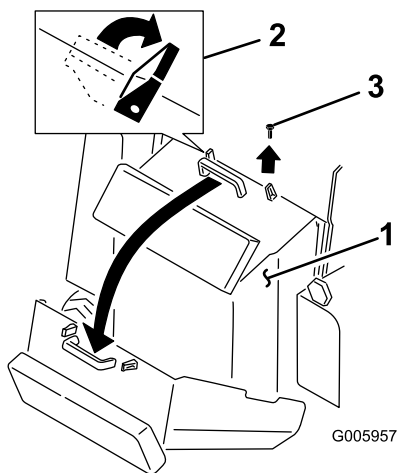

Figure 25
2. Dégagez les 2 languettes de blocage en haut du couvercle d'accès arrière (Figure 25).
3. Enlevez le boulon situé près de la languette de blocage droite (Figure 25).